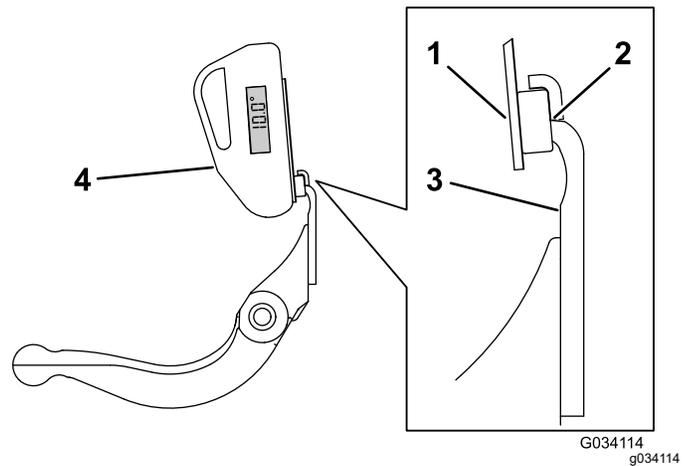

Figura 26
3. Posizionate il supporto del goniometro sul bordo della controlama, in modo che il bordo del magnete corrisponda a quello della controlama (Figura 26).
4. Posizionate il goniometro sul supporto, come illustrato nella Figura 26.